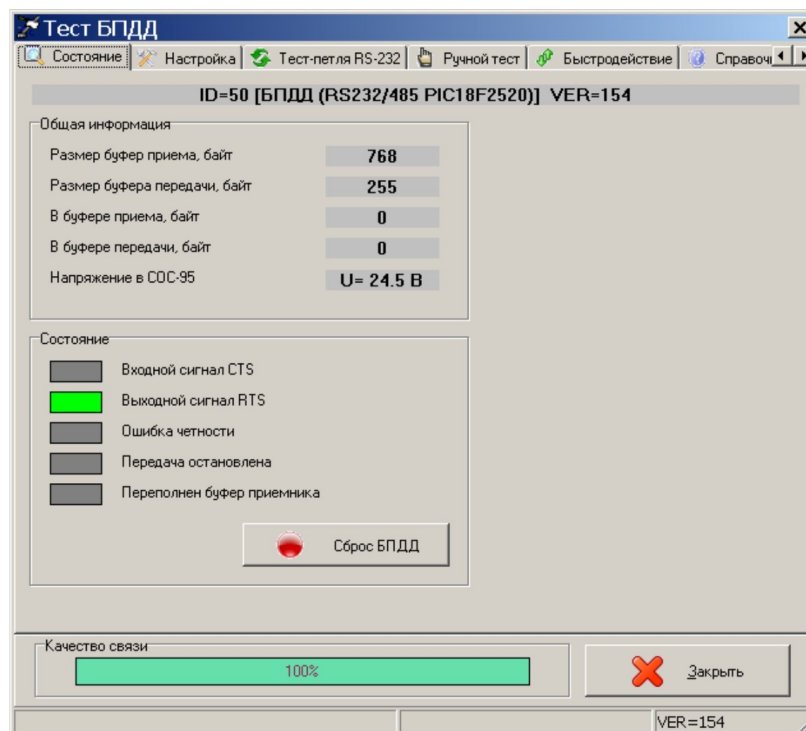

Рисунок 18
- 2) Выбрать в таблице устройств блок «БПДД». В окне «Поиск» выбрать команду «Тест», затем вкладку «Состояние» и проверить отображение значения напряжения питания «Напряжение в СОС-95» (рисунок 18).